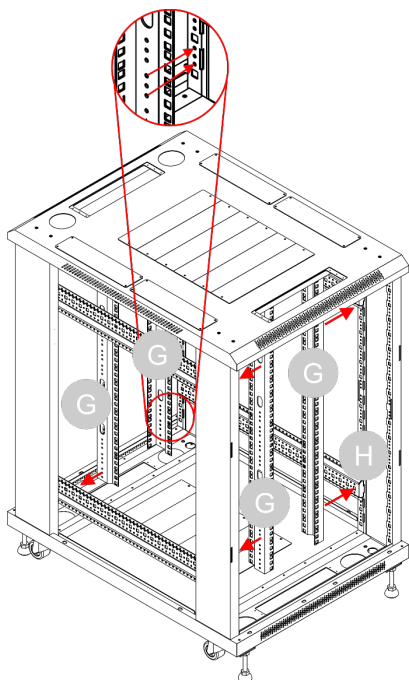

Fig. 31
- 15) Mettere le 4 **staffe verticali (G)** davanti alle **staffe orizzontali (H)**. Assicurarsi che i fori delle **staffe verticali (G)** siano allineati con i fori delle **staffe orizzontali (H)**, come illustrato nella Fig. 31.